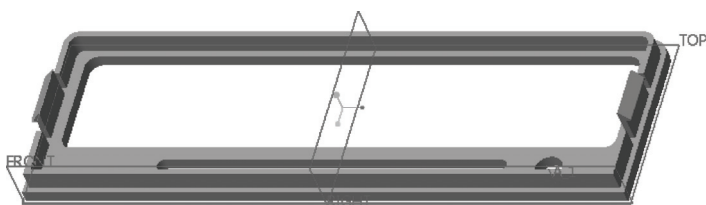

图 12-47 镜像效果
3) 单击“镜像”选项卡中的  (完成) 按钮, 完成该镜像操作, 得到的模型镜像效果如图 12-47 所示。